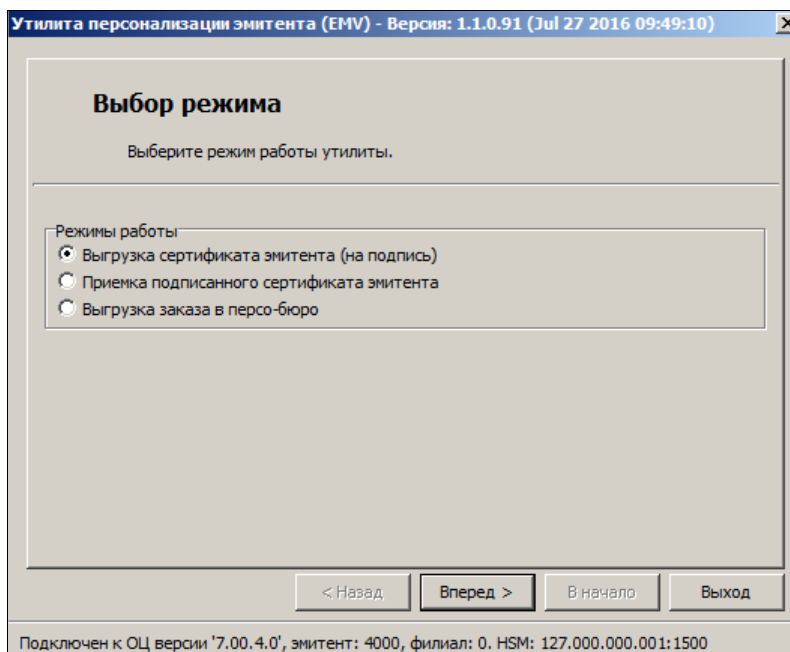
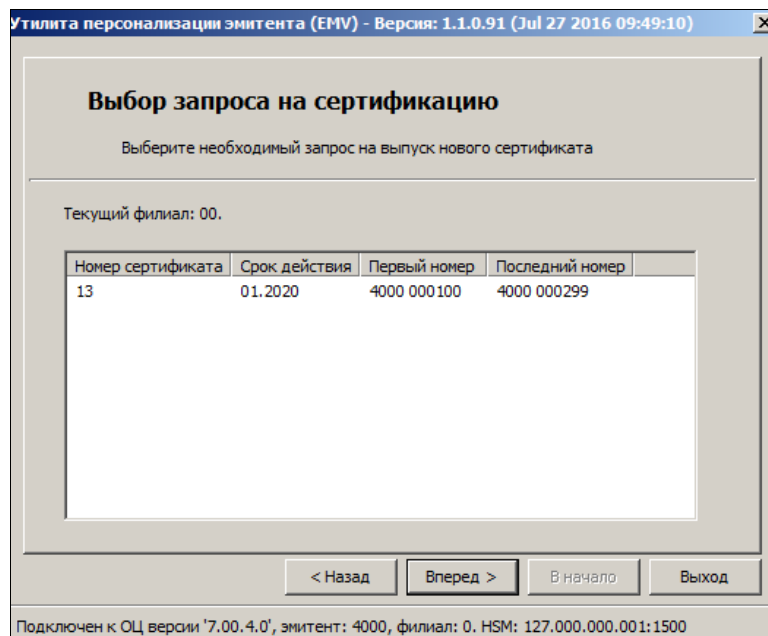
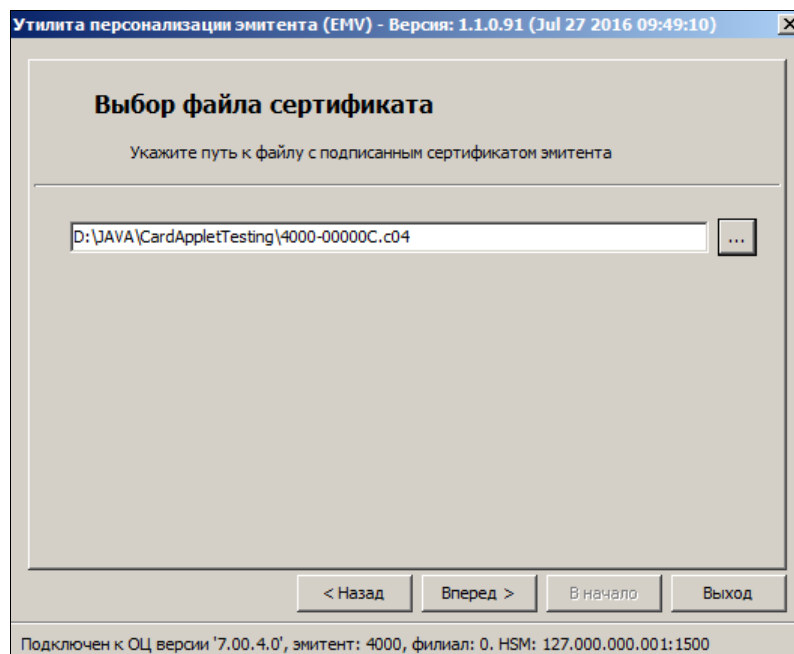
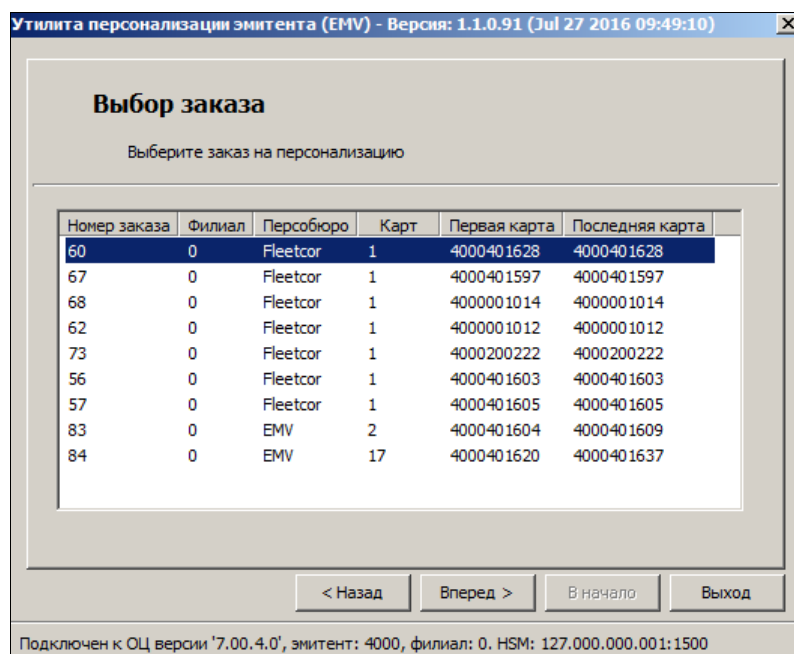

Рис. 2. Выбор режима работы утилиты
Рис. 3. Выбор запроса на сертификацию
Рис. 5. Окно выбора файла сертификата эмитента
Рис. 7. Выбор заказа на персонализацию
3. Нажмите на кнопку **Вперед**. При успешном подключении к БД ОЦ и HSM откроется окно выбора режима работы утилиты (см. Рис. 2, стр. 8). Если подключение к БД ОЦ или HSM установить не удалось, появится окно с соответствующим сообщением, например: «*Ошибка подключения к БД*». Ошибка может быть вызвана следующими причинами:
После запуска утилиты (см. п. 2, стр. 6) откроется окно выбора режима её работы (см. Рис. 2).
1. В окне выбора режима работы выберите режим «Выгрузка сертификата эмитента (на подпись)» (см. Рис. 2, стр. 8). Откроется окно выбора запроса на сертификацию (см. Рис. 3).
1. В окне выбора режима работы выберите режим «Приемка подписанного сертификата эмитента» (см. Рис. 2, стр. 8). Откроется окно выбора файла сертификата эмитента (см. Рис. 5).
1. В окне выбора режима работы выберите режим «Выгрузка заказа в персо-бюро» (см. Рис. 2, стр. 8). Откроется окно выбора заказа на персонализацию (см. Рис. 7).